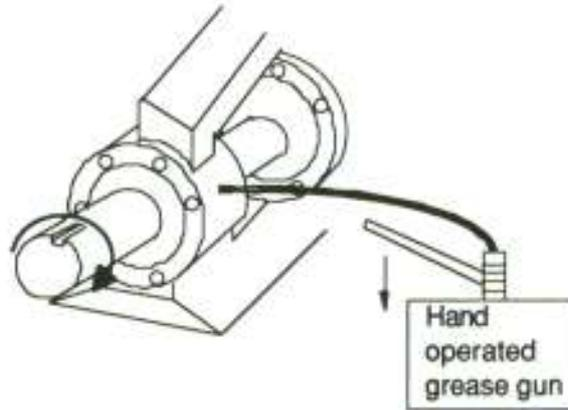

Figura 10. Lubrificare nuovamente i cuscinetti
2. Usando una pompa manuale per grasso (vedi figura 10), pompare grasso nel cuscinetto attraverso il nipplo di lubrificazione.
- B.9.** Se i cuscinetti non sono danneggiati e devono essere rimontati immediatamente, consultare la sezione 23 per la loro rilubrificazione con pompa manuale. Una volta raffreddati, pompare il grasso per ricoprire completamente i due lati del cuscinetto facendo girare lentamente l'albero con la mano (vedi figura 10: riempire gli interstizi del cuscinetto con grasso).